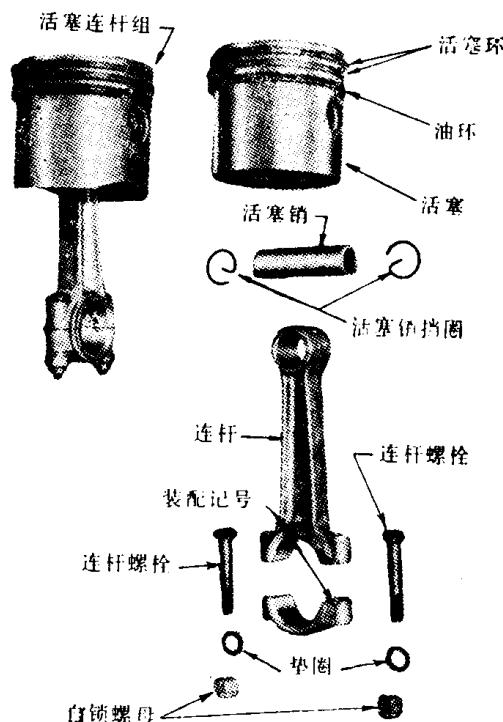

图2.10 活塞、活塞销、连杆及有关零件
**活塞销** 图2.10是一个经过精磨的钢制圆柱销，它把活塞和连杆连接在一起。活塞销有实心的和空心的。空心活塞销重量较轻。因为燃烧时活塞销受到强烈的冲击，因此需用抗拉强度高的钢材制成。为减小噪声，活塞销与连杆间的装配间隙很小。活塞销不转动，它的动作与人抓住一根棒前后摆动时肘关节的运动相似。强烈的冲击，配合间隙小和摆动的特点使活塞销润滑困难。在大多数发动机中，活塞销靠喷出的或是激溅的机油润滑。